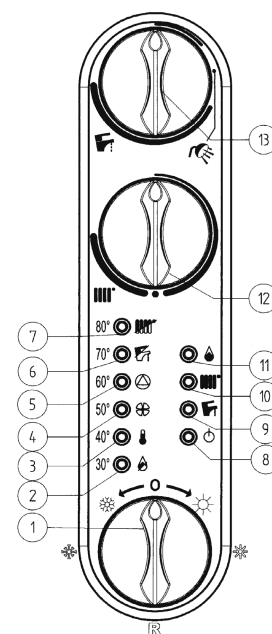

Рис.1
- поставить переключатель режимов «лето-зима» (рис. 1, позиция 1) в нужный режим: ☀ - лето, ❄ - зима;
- установить регуляторы температуры воды контура отопления (рис. 1, позиция 12) и контура ГВС (рис. 1, позиция 13) на выбранные значения. Для увеличения температуры повернуть регулятор по часовой стрелке, для уменьшения – против часовой стрелки.
Для регулировки температуры в комнате, можно использовать комнатный термостат. Если комнатный термостат не установлен, температуру в комнате можно регулировать ручкой регулирования температуры воды в системе отопления (позиция 12, рис.1). Чтобы увеличить температуру, поверните ручку по часовой стрелке, а чтобы уменьшить – против часовой стрелки. Электронная модуляция обеспечивает нагрев воды до установленной температуры, изменяя подачу газа к горелке в зависимости от реальной потребности в теплообмене.
Газовый клапан снабжен устройством электронной модуляции пламени, которое срабатывает по сигналу регулятора температуры воды в контуре ГВС (рис. 1, поз. 13).